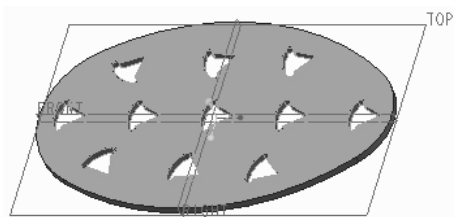

图 5-56 完成填充阵列创建
⑨ 在“阵列”选项卡中单击“完成”按钮, 结果如图 5-56 所示。